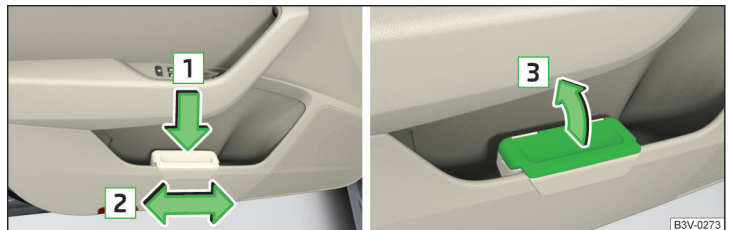

Abb. 96 Abfallbehälter: einsetzen und verschieben / öffnen
- Den Abfallbehälter im hinteren Bereich in Pfeilrichtung **1** » Abb. 96 eindrücken.
- Den Abfallbehälter entgegen der Pfeilrichtung **1** » Abb. 96 herausnehmen.
- Den Deckel in Pfeilrichtung **3** » Abb. 96 anheben.